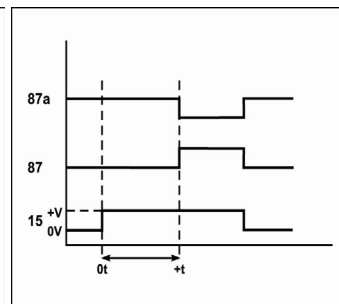

рис.2
- 2.2 Реле начинает работать после подачи напряжения питания на вывод «15» и в процессе работы должно быть всегда запитано (рис.2). Поэтому, для включения/выключения реле, следует использовать кнопку с фиксацией (или тумблер).